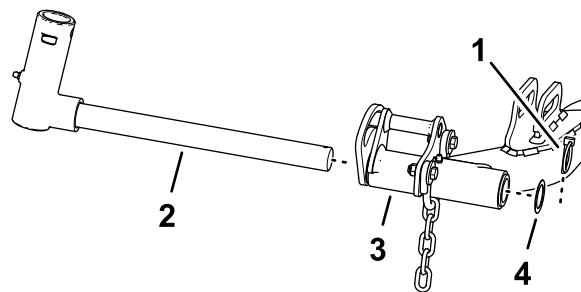

Рисунок 19
- Снимите шплинт с кольцом и шайбу крепления поворотной втулки к подъемному рычагу и сдвиньте вал с подъемного рычага (Рисунок 19).